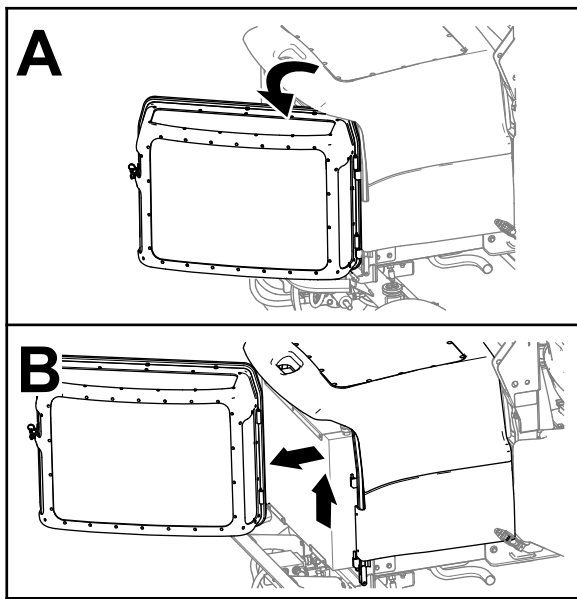

Figura 65
3. Desenganche la rejilla del motor, ábrala y levántela de la máquina (Figura 65).